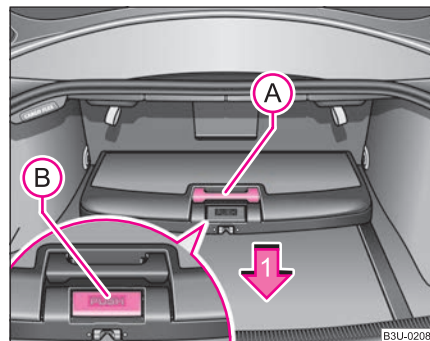
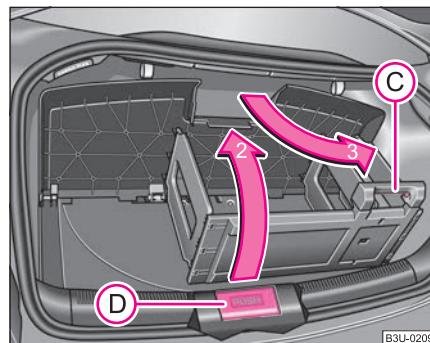

Fig. 81 Maletero: plataforma plegable
Fig. 82 Desplegar la plataforma plegable
- Pulse la tecla de manejo “PUSH” (B) ⇒ página 96, fig. 81.
- Debe asir el tirador (A) y desplazar la plataforma plegable en el sentido de la flecha 1 hasta la posición de seguridad junto a la pared divisoria del maletero. Bajo la tecla de manejo debe oírse como encastra el cierre. Si encastra correctamente, la tecla de mando “PUSH” (B) volverá a la posición inicial.
- Abra la tapa en el sentido de la flecha 2 ⇒ página 96, fig. 82.
- Presione la parte inferior del tirador (C) y abra los compartimentos en el sentido de la flecha 3. La pared en abanico ha de encastrar de forma audible en la ranura de la parte inferior de la plataforma plegable.
- Pulse la tecla de mando “PUSH” (D) ⇒ página 96, fig. 82 y desplace la plataforma plegable con cuidado hasta la posición central asegurada. Si encastra correctamente, la tecla de mando “PUSH” (D) volverá a la posición inicial. El espacio que queda libre puede utilizarse para cargar otras piezas de equipaje.